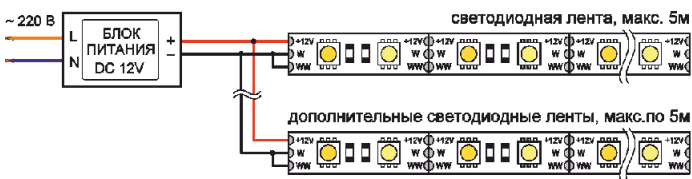
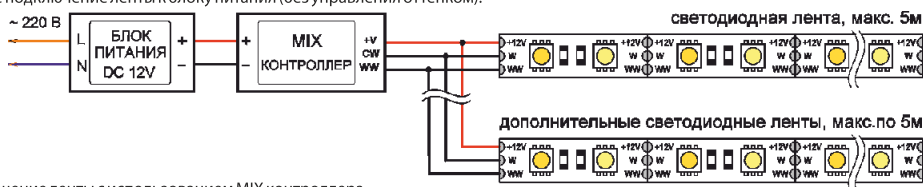

Рис.1. Прямое подключение ленты к блоку питания (без управления оттенком).
Рис.2. Подключение ленты с использованием MIX контроллера
- Проверьте совместную работу светодиодов, подключив оба канала к клемме «←» блока питания (см. Рис.1).
- Подключите ленту согласно используемой схеме (см. Рис.1 или Рис.2). Строго соблюдайте полярность +/- . Информацию о подключении и использовании MIX контроллера смотрите в документации к контроллеру.